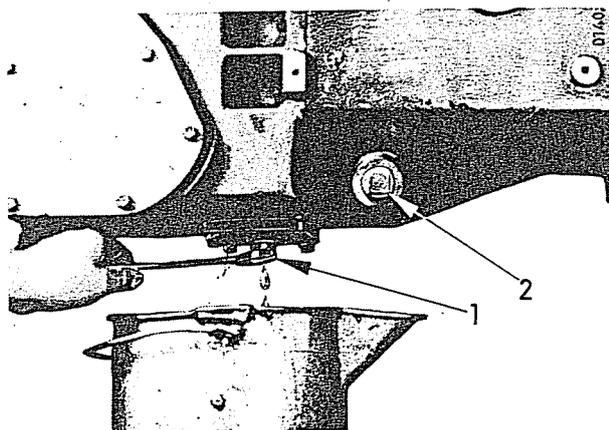
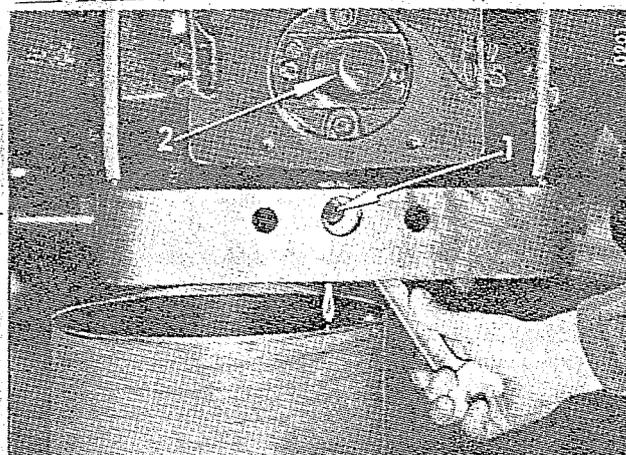

Fig. 53. - Vidange de l'huile de transmission
Fig. 54
Otez les bouchons de vidange avant (1 et 2, Fig. 53) ainsi que le bouchon arrière (1, Fig. 54) et laissez l'huile s'écouler dans un récipient approprié.
- Dévissez le filtre du carter de transmission (1, Fig. 54). Si le démontage du filtre a lieu en dehors de la périodicité normale de vidange d'huile du carter, il est possible d'éviter l'écoulement de l'huile à condition de prendre les précautions suivantes : Avant de commencer le nettoyage du filtre, soulevez les roues arrière de 25 cm à l'aide d'un cric ou reculez le tracteur sur un plan incliné. La vidange peut aussi être évitée plus simplement en vissant un bouchon immédiatement après la dépose du filtre.